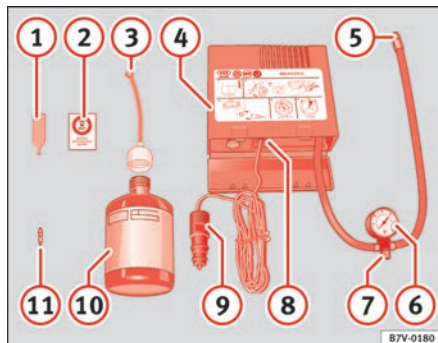

Fig. 153 Contenido kit antipinchazos
- Retire el adhesivo del kit antipinchazos ⇒ fig. 153 ② y péguelo en un lugar visible del tablero de instrumentos. ►
⇒ página 249, fig. 153 ① y colóquelo sobre una superficie limpia.
⇒ página 249, fig. 153 ⑩ durante unos segundos. ■